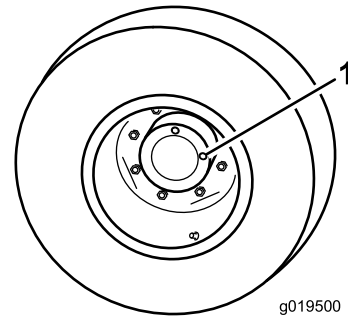

Figura 61
1. Con la máquina en una superficie nivelada, coloque la rueda con un tapón de verificación (Figura 61) en la posición de las 12 y el otro en la posición de las 3.
2. Retire el tapón de la posición de las 3 (Figura 61). El nivel del aceite debe estar a menos de 6 mm de la marca de la varilla.